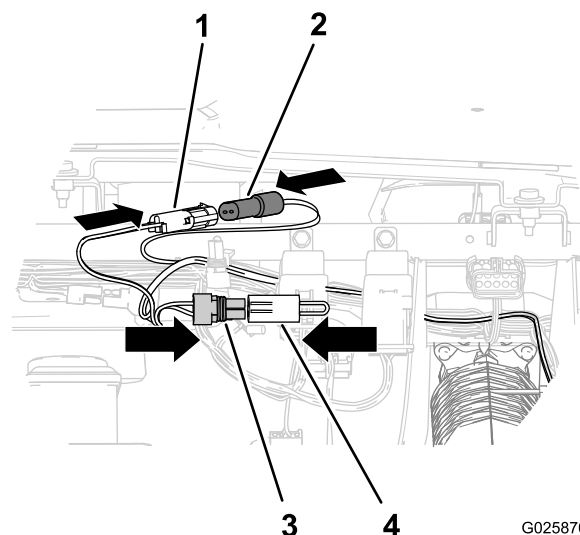

図 14
- C. インタラプタ用ワイヤハーネスの2ピン・コネクタを、シャント・コネクタに接続する（図 14）。
- D. インタラプタ用ワイヤハーネスの、シャント枝線用の2ソケット・コネクタを、車両用ワイヤハーネスの2ピン・コネクタ（さきほどステップBで外したもの）に接続する（図 14）。